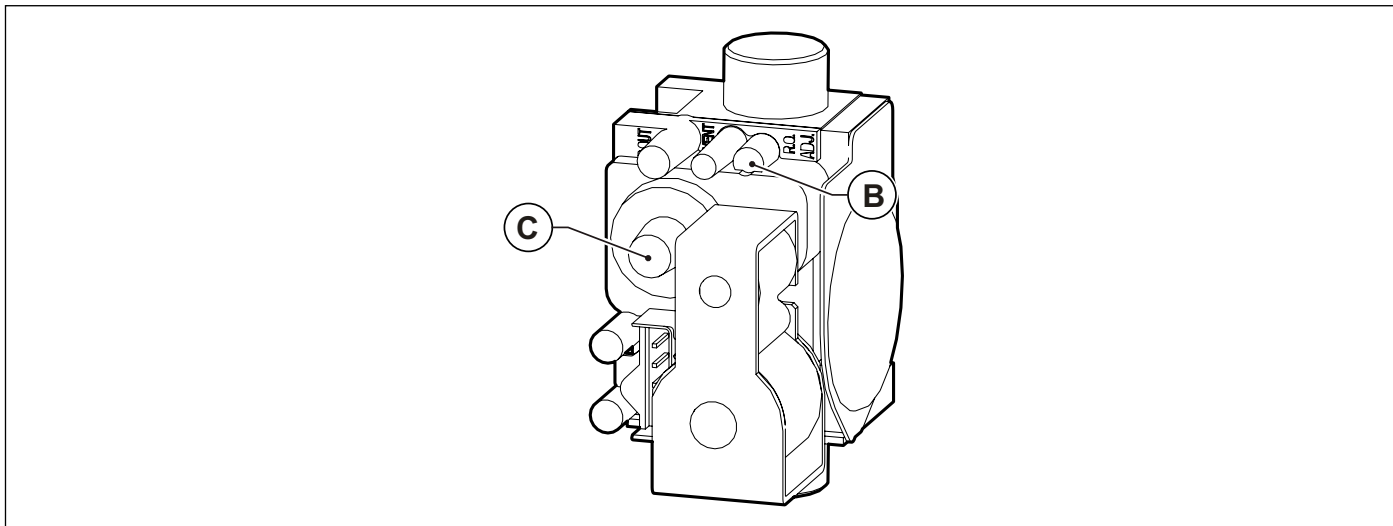

Fig. 36 Reglare valoare dioxid de carbon
- Reglați valoarea dioxidului de carbon (CO2) din gazele arse, rotind regulatorul de raport **B** (vezi Fig. 36 Reglare valoare dioxid de carbon) și asigurați-vă că reintră în limitele din Tab. 10 Limite reglabile pentru parametrul TSP și valori implicite în funcție de tipul de centrală termică (TSP0) - I la pagina 54. Lăsați centrala în modul curățare și treceți la pasul următor de reglare la puterea minimă.
- Reglați valoarea dioxidului de carbon (CO2) din gazele arse, rotind regulatorul **C** (vezi Fig. 36 Reglare valoare dioxid de carbon) și asigurați-vă că reintră în limitele din Tab. 16 Valori ale CO2 în gazele arse.